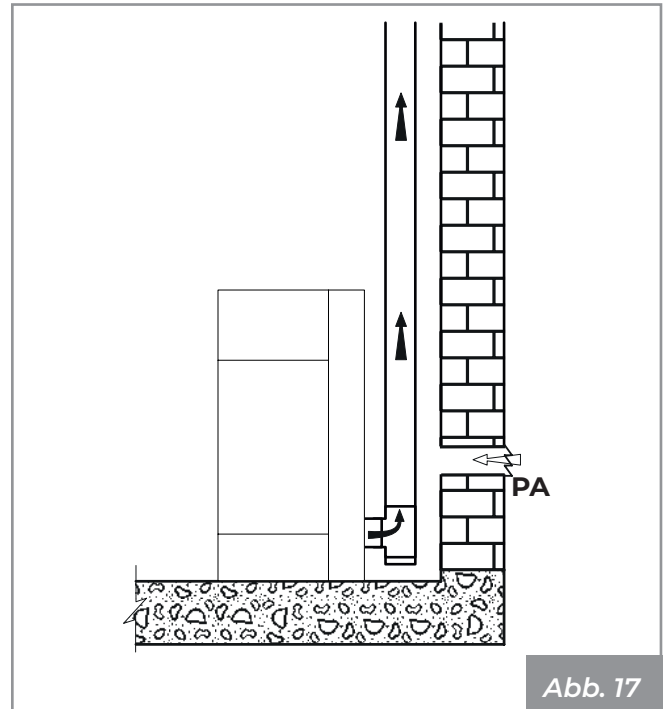

Abb. 17
- aus der Installationsumgebung oder aus geeigneten Nebenräumen kommen (**Abb. 17**)
Den Lufteinlass an der Wand vornehmen (**Abb. 17 - PA** = Lufteinlass), und lassen Sie das Gerät frei, um Luft in den Raum anzusaugen. Achten Sie darauf, das Wellrohr an das Lufteinlassrohr, falls vorhanden, anzuschließen, befestigen Sie es mit der Schelle und biegen Sie es leicht nach unten, um mögliche Resonanzeffekte zu vermeiden.